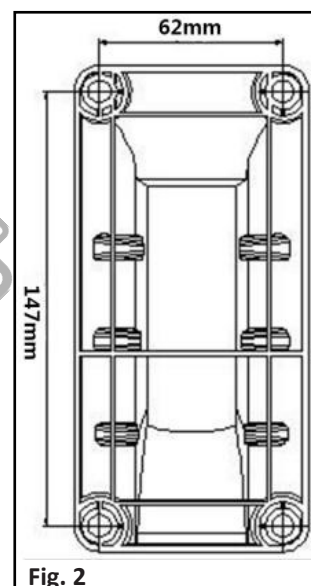

Fig. 2
3. Luați suportul de montare ca șablon pentru a marca poziția șuruburilor și faceți patru găuri pe perete (Fig.2).